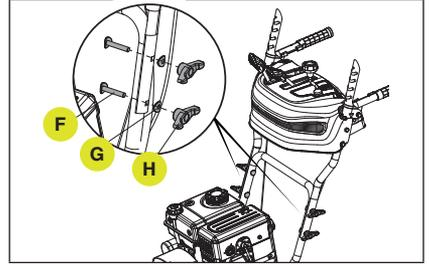

Figure 3
2. Reliez les poignées supérieure et inférieure à l'aide de boulons (F), de rondelles (G) et de boutons de verrouillage (H) (Fig. 3). Serrez bien les boulons. Ne serrez pas de manière excessive.